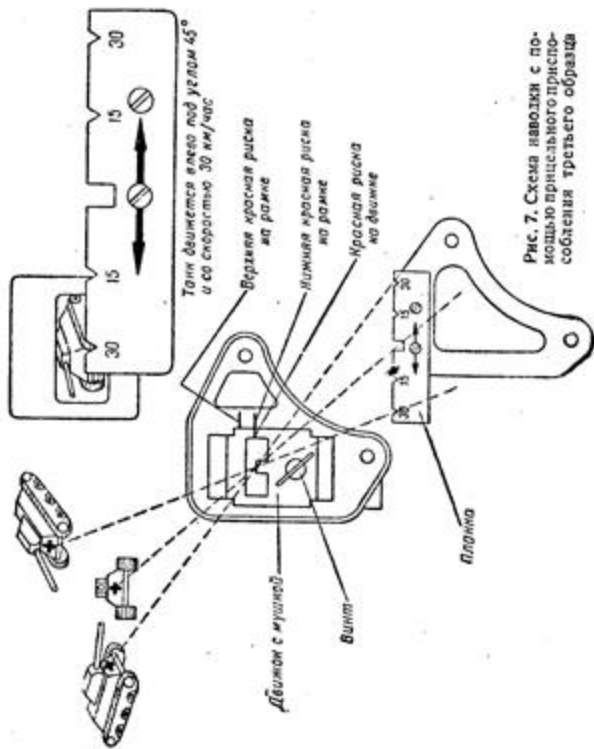

Рис. 7. Схема наводки с помощью прицельного приспособления третьего образца
- 3) рамка прицела с несколькими прорезями и подвижная мушка (см. рис. 7).
При наличии прицельного приспособления третьего образца (см. рис. 7) согласно немецкой инструкции руководствоваться следующим:
Выбор прорези для прицеливания должен соответствовать скорости и направлению движения танка (см. рис. 7). Точку прицеливания выбирать по ближайшему ребру танка и по высоте — в соответствии с табл. 2.